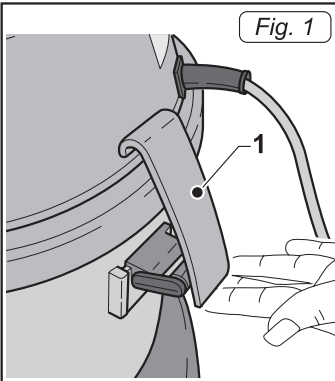
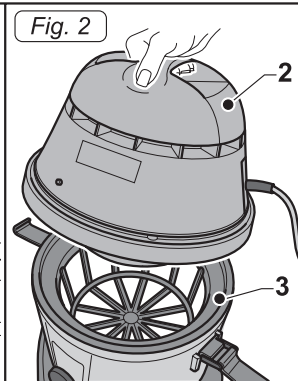

Fig. 1
Fig. 2
- Sganciare le leve (1 Fig. 1) e rimuovere il coperchio (2 Fig. 2) completo di gruppo motore.
- Rimontare il coperchio e bloccarlo tramite le leve (1 Fig. 1).